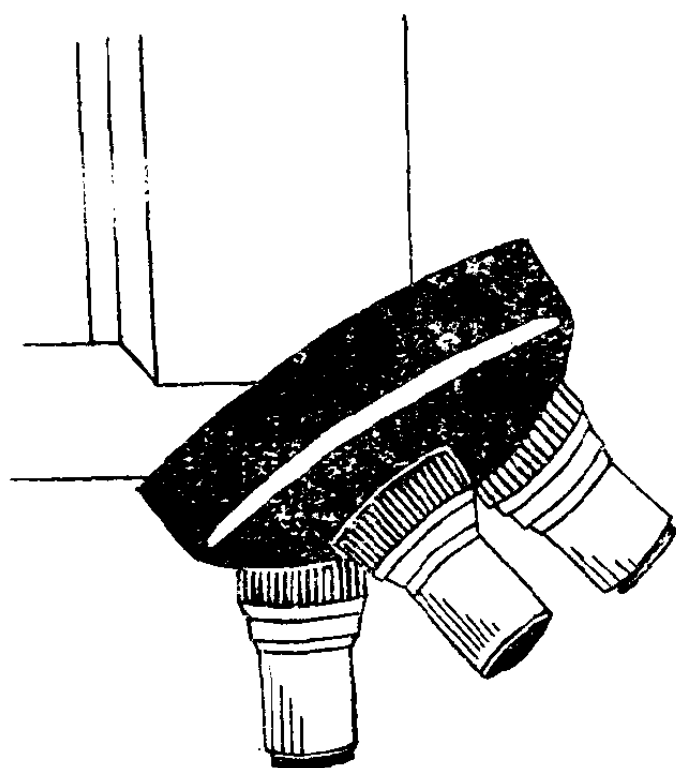

图1—5 物镜转换器外形图
(4)物镜转换器 工作中常常需要根据标本的大小和观察要求，更换物镜和目镜。更换目镜只需从镜筒上端抽出目镜，再插入另一个目镜即可。更换物镜则是利用物镜转换器(图1—5)。它固定在镜筒下端，其上有3~4个物镜螺旋